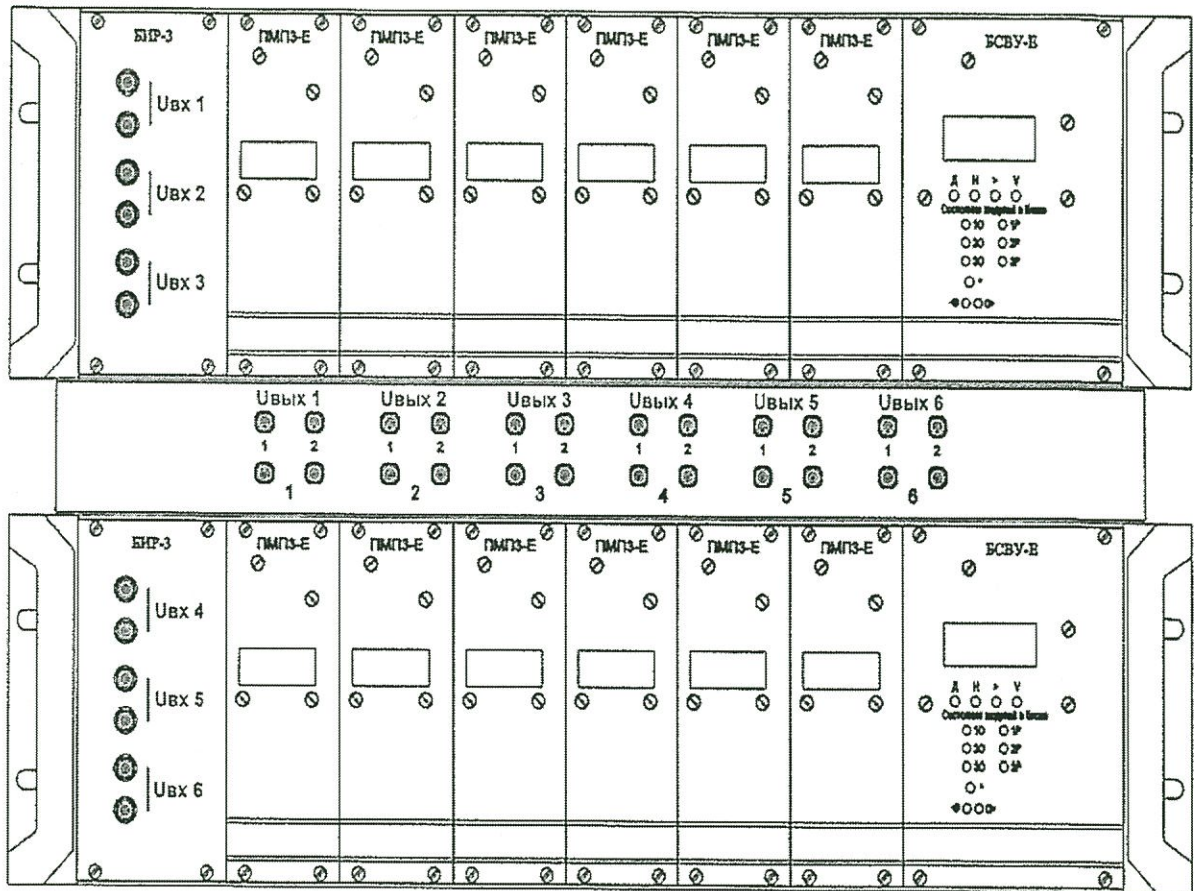

Рисунок 1 Вид кассеты ПМПЗ-Е с лицевой стороны
7.2.3 Для проведения измерений прибор В7-63/1 подключить к клеммам соответствующего приёмника на блоке измерительных резисторов БИРЗ-Е (рис. 1). Значение измеренного напряжения должно соответствовать напряжению, указанному в п.7.1.5.
7.2.5 Для проведения измерений прибор В7-63/1 подключить к клеммам «Увых1» - «Увых 6» соответствующего приёмника на промежуточной измерительной панели (рис. 1).